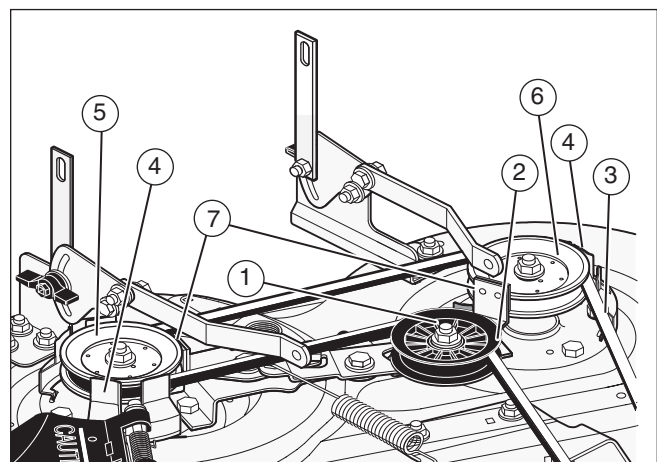

Figure 10
9. Vérifier le frein de lame. Faire tourner les poulies manuellement. S'assurer que les plaquettes de frein (7) soient bien serrées contre les poulies (Figure 10).
11. Vérifier les plaquettes de frein (7) (Figure 10). Si celles-ci sont trop usées ou défectueuses, les remplacer toutes ensemble. Un centre agréé peut vous fournir des pièces de remplacement et de l'assistance.